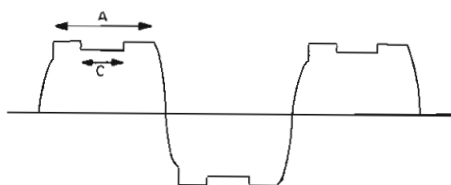

fig. 14
fig. 14 aangeeft. In deze figuur ziet men, dat wanneer gedurende de secundaire contacttijd (C) de belasting wordt bijgeschakeld, de primaire spanning daalt.